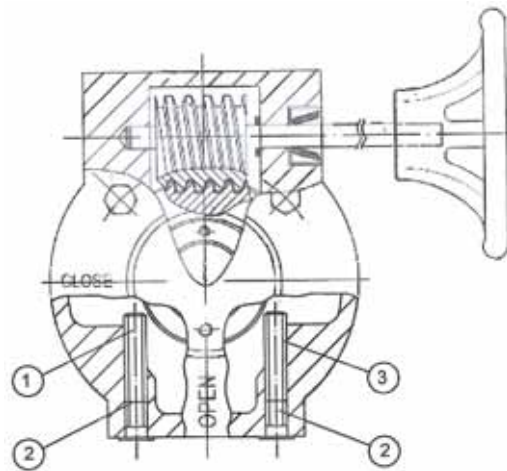

Рис. 1
- Переведите дисковый затвор в закрытое положение, проверьте плотность прилегания запорного диска к седлу, затем полностью откройте затвор и проверьте угол открытого положения - он должен быть 90°. Если при закрытии диск прилегает не плотно, а при открытии угол больше или меньше 90°, то затвор следует отрегулировать с помощью регулировочных винтов (см. рис. 1).